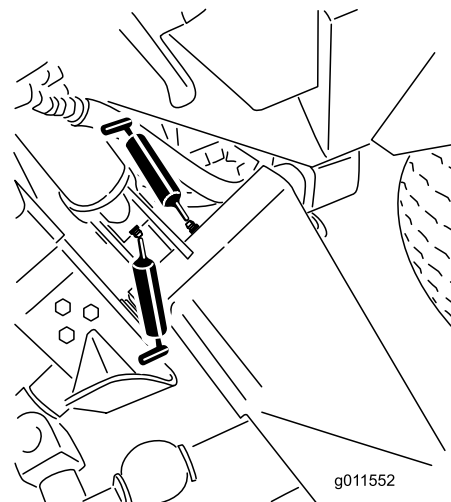
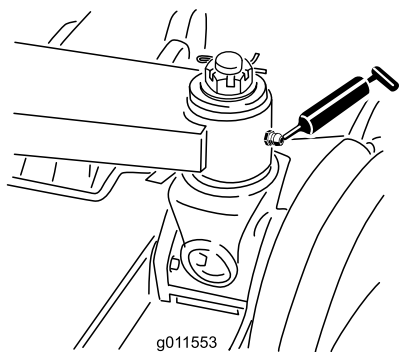

Рисунок 43
Рисунок 44
- Втулки главных подъемных рычагов (6 шт.) (Рисунок 43и Рисунок 44)